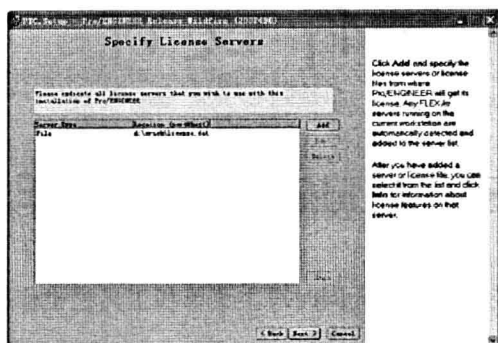
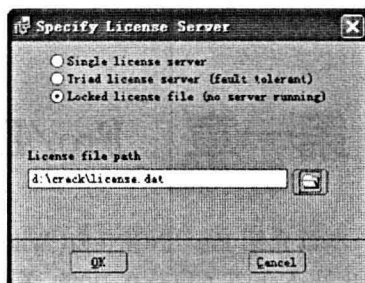

图 1-3
图 1-4
(4) 根据需求选择安装组件及安装路径后,来到图 1-3 处,单击 Add 按钮,在弹出的对话框中选择第三项,并在其下方的文本框中指定刚才生成的 License.dat 文件路径,如图 1-4 所示。单击 OK 按钮。